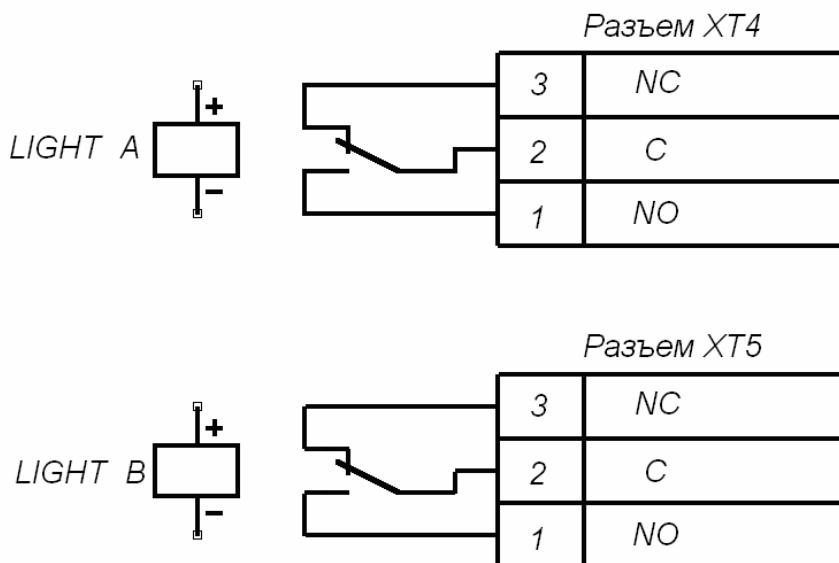

Рисунок 7 Выходные каскады для *Light A* и *Light B*
5.9.6 Выносные индикаторы подключаются на клеммные колодки *XT4* (*Light A*) и *XT5* (*Light B*). При этом реле *Light A* (*Light B*) активизировано (на его обмотку подано напряжение), когда горит соответствующая данному направлению прохода зеленая стрелка на блоке индикации, и нормализовано (на его обмотку напряжение не подано), когда соответствующая данному направлению прохода зеленая стрелка на блоке индикации не горит. Факт срабатывания/отпускания реле *Light A* и *Light B* можно определить по загоранию/гашению красных индикаторов, которые установлены вблизи указанных реле (см. рисунок 2). Выходные каскады для *Light A* и *Light B* – перекидные контакты реле (см. рисунок 7) со следующими характеристиками сигналов: